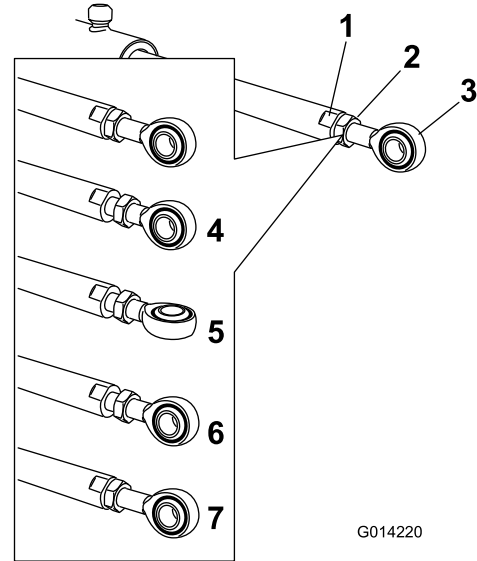

Figure 64
de blocage pour pouvoir ajuster la tige à œillet (Figure 64).
- Tournez la tige à œillet dans la tige du vérin pour raccourcir ou allonger le vérin déployé à la position voulue (Figure 64).